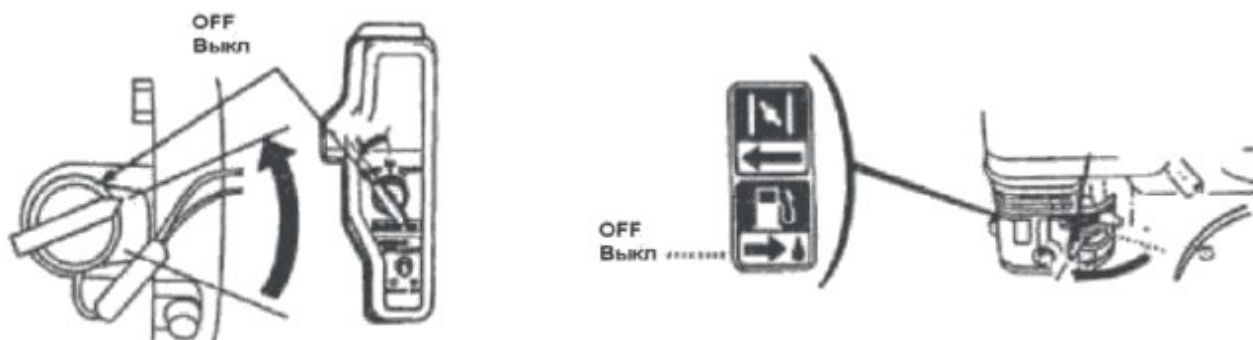

Рис.20
2. Поверните переключатель двигателя в положение «OFF» («Выкл.»). (Рис.20).
3. Поверните топливный кран в положение «OFF» («Закр.»). (Рис.20).